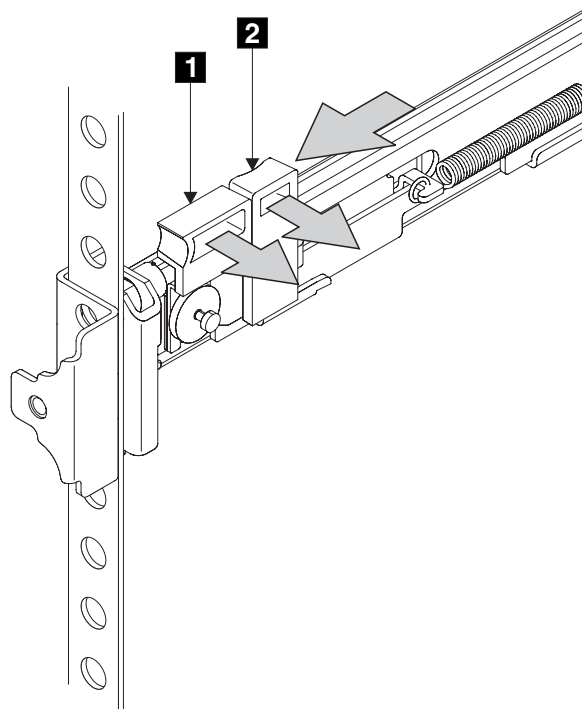

図37. ラッチ・ロック・キャリア・アセンブリーを閉じる
8. ラッチ・ロック **2** (71 ページの図 37) をレールから押し出して、キャリアを解放します。ラッチ・ロック・キャリアがラックの前方向にスライドし、位置決めピンが、前部フランジの穴と前部レール・ブラケットの穴を通して突き出ます。